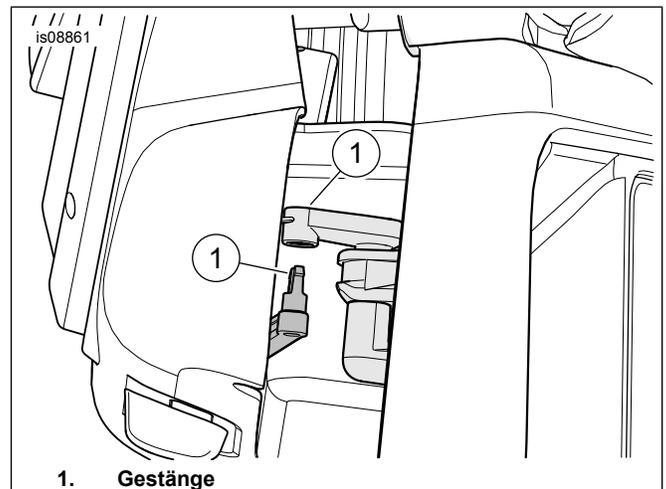

Abbildung 7. Gestänge anbringen
8. Siehe Abbildung 7. Gehäusebaugruppe positionieren und Gestänge (1) anbringen.